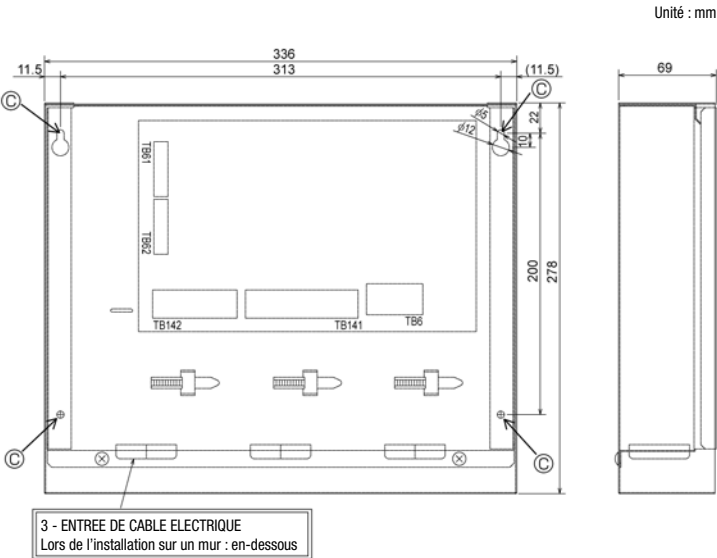

Fig. 2-2
2.3. Installer le module FTC2 (Fig. 2-2, Photo.2-1)